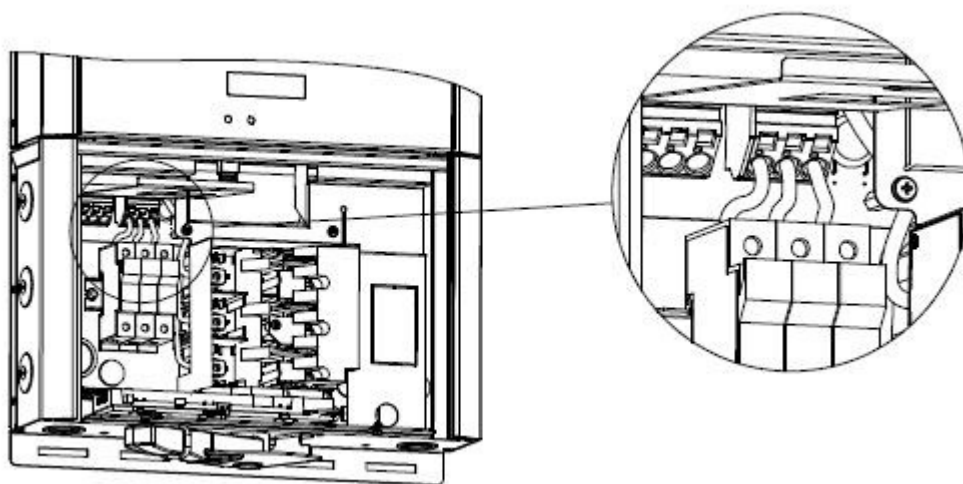

Figura 3-11: Suportes de fusível montados na caixa de conexões
2. Insira as extremidades livres dos três fios nos terminais marcados UNGROUNDED. Veja a figura 3-11.
3. Encaixe os suportes do fusível no trilho DIN. Veja a figura 3-11.